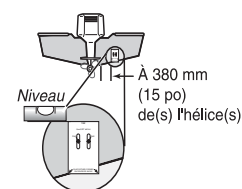

Figure 15
- La forme hydrodynamique du transducteur lui permet de pointer directement vers le bas, sans qu'on ait à régler l'angle de relevé de varangue (Figure 15).
2. Maintenez le gabarit sur le tableau arrière de votre bateau à l'endroit où vous désirez installer le transducteur (Figure 15). Alignez le gabarit à la verticale, en alignant le bord inférieur du tableau arrière au coin inférieur du gabarit. Si l'hélice tourne dans le sens horaire lorsque le bateau avance, montez le transducteur à tribord et utilisez le coin inférieur gauche du gabarit. Si l'hélice tourne dans le sens antihoraire lorsque le bateau avance, montez le transducteur à bâbord et utilisez le coin inférieur droit du gabarit.